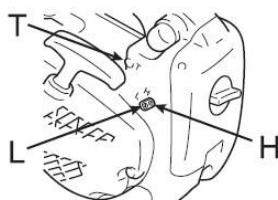

Fig. 22
- Girare la vite di regolazione del minimo (Fig. 22-L) e la vite di regolazione della velocità massima (Fig. 22-H) in senso antiorario fino a fine corsa.
- Girare la vite di regolazione del folle (Fig. 22-T) in senso antiorario fino a quando la catena non si arresta.
- Girare la vite di regolazione del folle (Fig. 22-T) in senso antiorario di un altro mezzo giro.